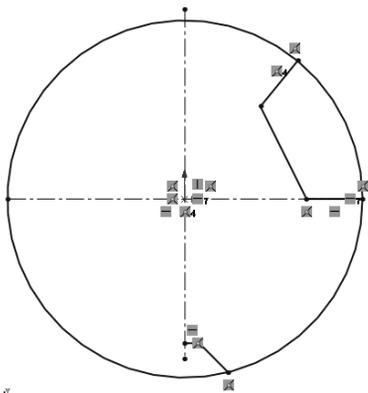

图 2-106 绘制草图 1
(1) 新建文件。启动 SOLIDWORKS 2024, 选择菜单栏中的“文件”→“新建”命令, 或者单击“快速访问”工具栏中的“新建”按钮, 在弹出的“新建 SOLIDWORKS 文件”对话框中单击“零件”按钮, 再单击“确定”按钮, 进入零件设计状态。
(2) 设置基准面。在特征管理器中选择前视基准面, 此时前视基准面变为绿色。
(3) 绘制中心线。选择菜单栏中的“插入”→“草图绘制”命令, 或者单击“草图”选项卡中的“草图绘制”按钮, 进入草图绘制界面。选择菜单栏中的“工具”→“草图绘制实体”→“中心线”命令, 或者单击“草图”选项卡中的“中心线”按钮, 绘制水平和竖直的中心线。
(4) 绘制草图。单击“草图”选项卡中的“直线”按钮和“圆”按钮, 绘制如图 2-106 所示的草图。